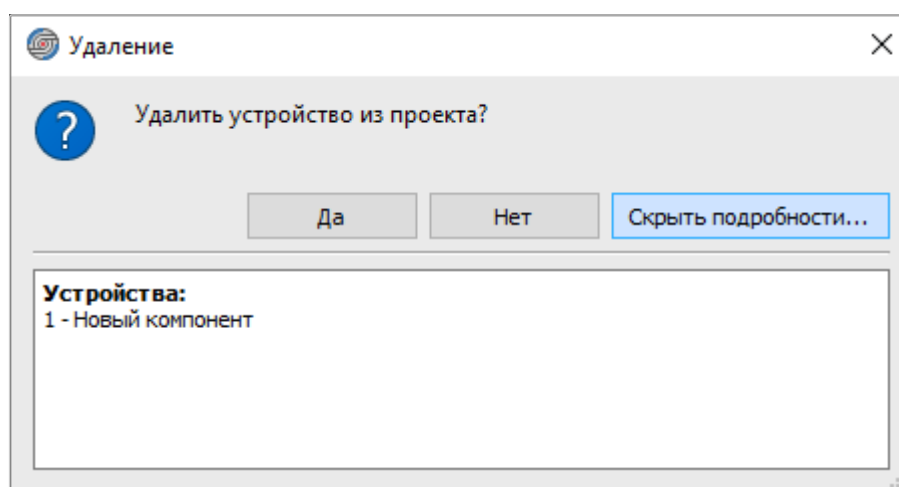

Рисунок 242. Подтверждение удаления компонента
- 3) В открывшемся диалоговом окне «Удаление» подтвердить действие (см. рисунок 242).